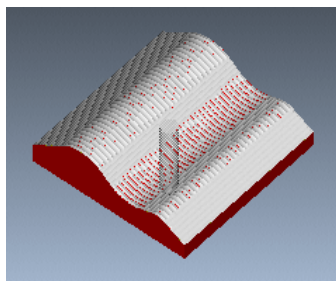

图 3.5.20 NC 检测结果
Step10. 在 ▼ PLAY PATH (播放路径) 菜单中选择 NC Check (NC 检查) 命令, 系统弹出“VERICUT 7.1.5 by CGTech”窗口。单击  按钮, 观察刀具切割工件的运行情况, 结果如图 3.5.20 所示。